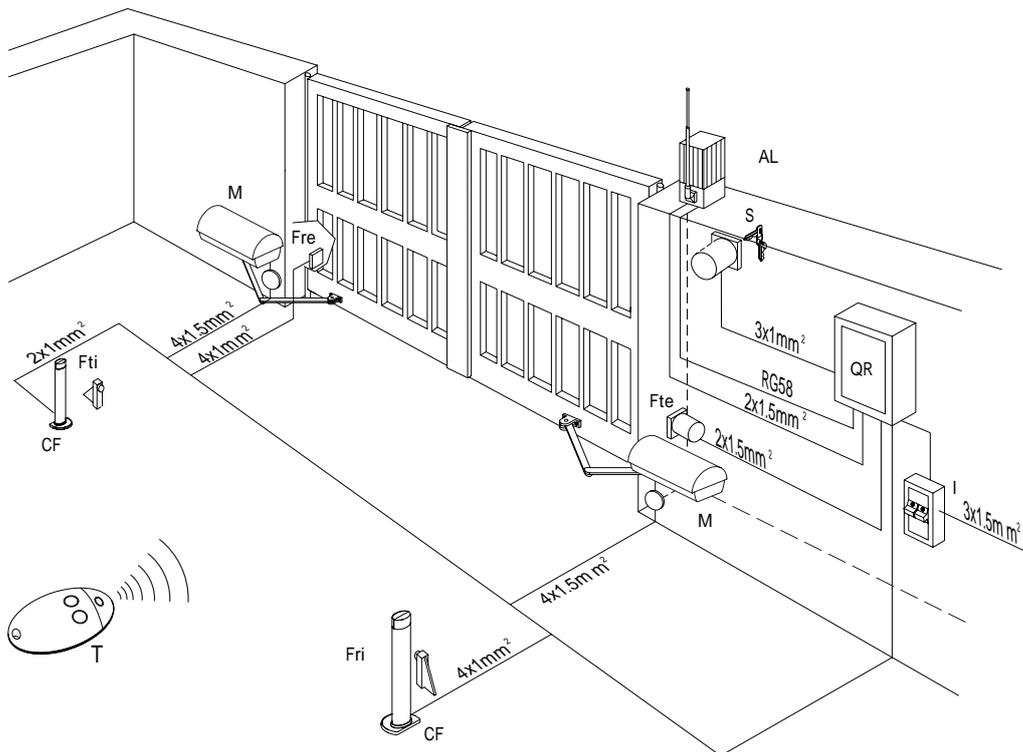

Рис. 11
**ВНИМАНИЕ:** Для подключения к линии используйте мультиполярный кабель соответствующий существующим нормам. На **рис.11** показано гнездо подсоединения привода и положение, в котором должно происходить крепление с соответствующей силой закручивания. В случае, если двигатель вращается в обратном направлении, поменяйте местами подсоединения к клеммам хода «М». Для подключения блока управления см. соответствующую инструкцию.